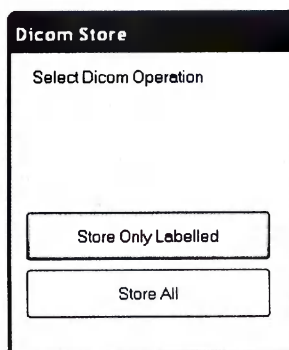

Рисунок 137
10.2.3.2 В обоих случаях, в цикле, содержащем маркированные изображения, появятся следующие опции (см. рисунок 137):